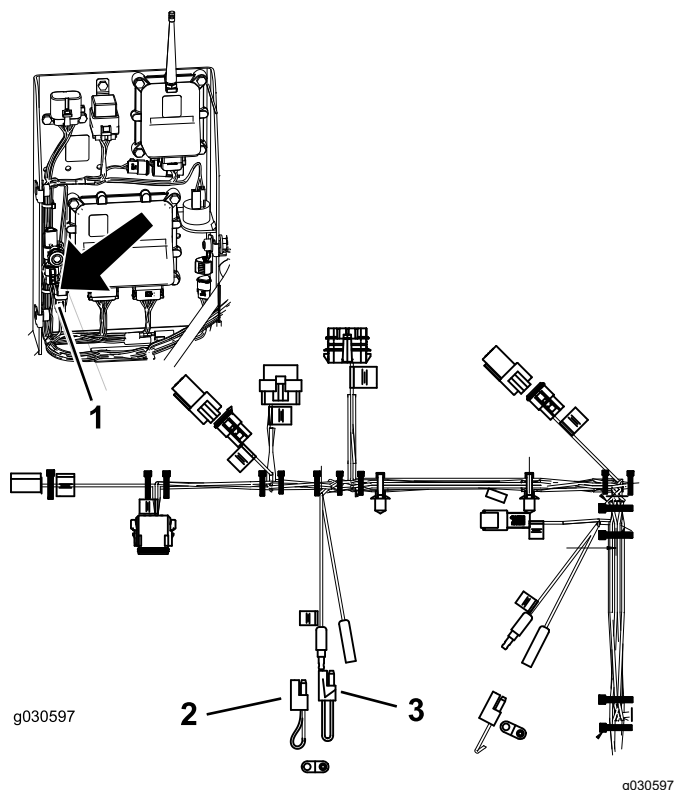

図 30
2. 図 30 に示すように、ピグテールコネクタから2本の接続を外す。